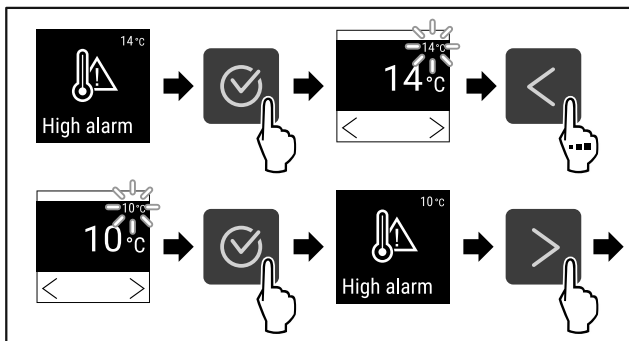

Fig. 114
- ▶ Провести етапи операцій (див. Fig. 114) .